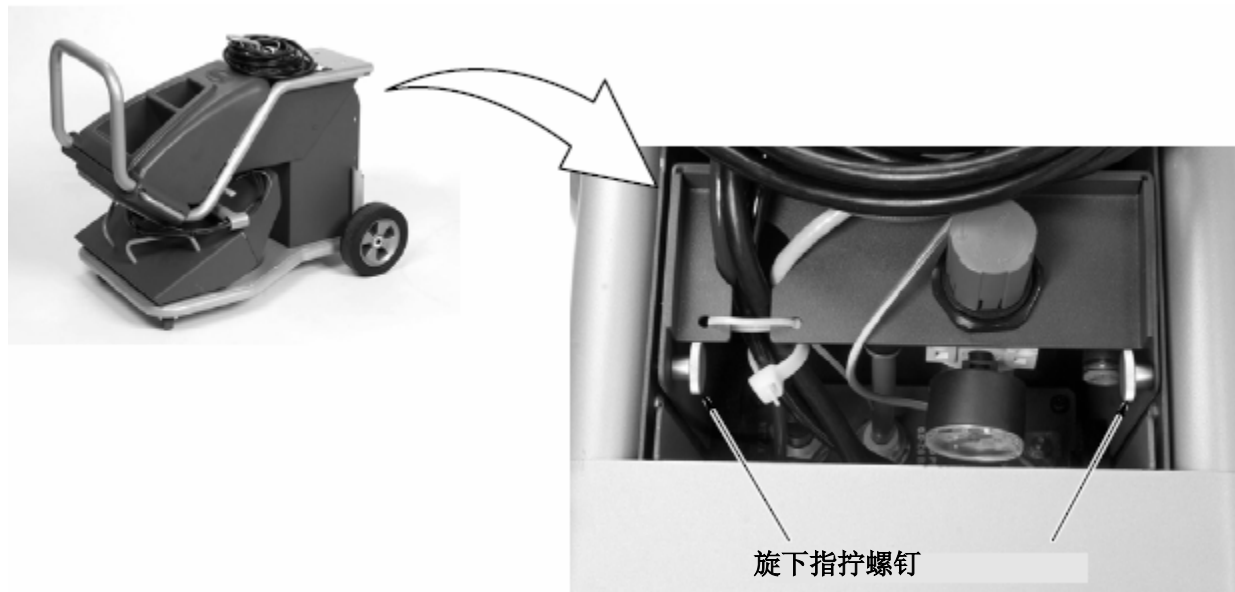

图 2-4 准备展开推车把手（VBF 系统图示）
1. 如图 2-4 所示。电源盒安装在手推车后部。拆下电源盒边侧两个指拧螺钉，松开底座上把手。按步骤 3 所示存好把手的紧固螺钉。